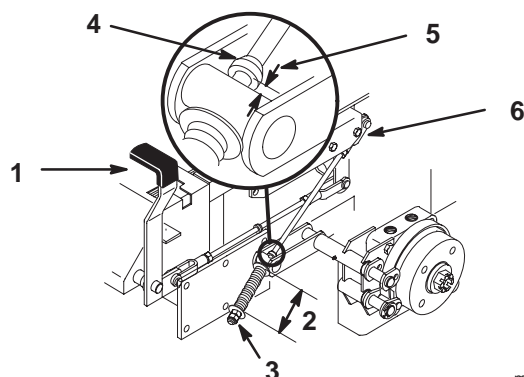

Figure 58
2. Mesurez la longueur du ressort. Les rondelles doivent être distantes de 70 mm (2,75 pouces) (Fig. 58).
3. Si un réglage est requis, desserrez l'écrou de blocage situé sous le ressort et serrez l'écrou directement au-dessous de la chape (Fig. 58). Vissez l'écrou jusqu'à ce que le ressort ait la longueur voulue. Serrez les deux écrous ensemble et répétez la procédure de l'autre côté de la machine.
- A. Mesurez la distance entre le galet de tourillon et le collier sur la tige de frein. Elle doit être comprise entre 5 et 7 mm (3/16 et 1/4") (Fig. 58).
6. Si un réglage est requis, desserrez l'écrou de blocage situé juste au-dessous de la chape. Tournez la tige inférieure jusqu'à obtention de l'écart voulu (Fig. 58). Serrez l'écrou de blocage à la chape.